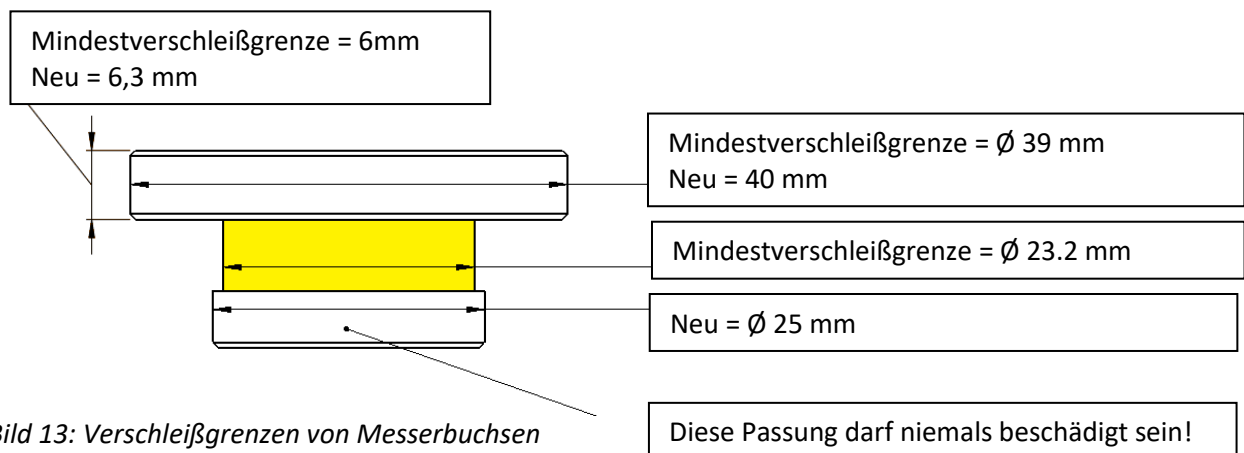

Bild 13: Verschleißgrenzen von Messerbuchsen
- Die Mindestverschleißgrenze für die Messerbuchsen finden Sie in Abbildung 13.